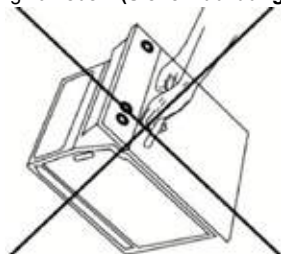

Abbildung 16
- ❖ Benutzen Sie nicht den Griff der Backofentür um das Gerät zu bewegen oder es aus der Verpackung zu heben. (**Siehe Abbildung 16**)